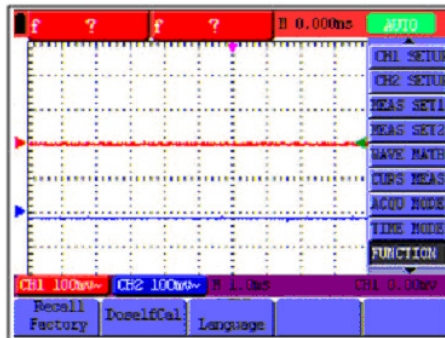

Figura 9.- Reiniciar el osciloscopio.
3. Pulse la tecla "F1" RESET para seleccionar las configuraciones de fábrica. El osciloscopio recuperará entonces la configuración de fábrica. (Ver Figura 9).